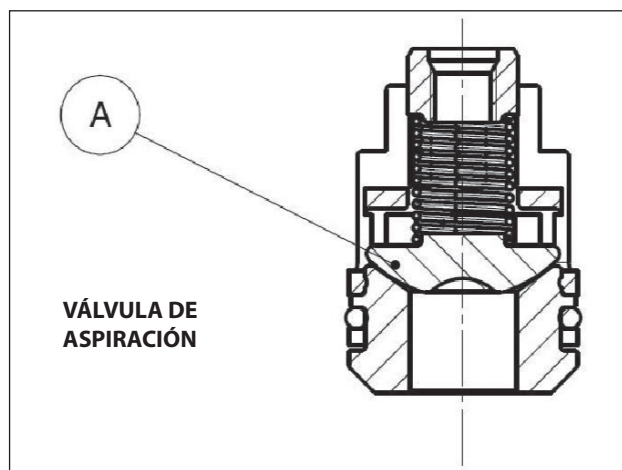
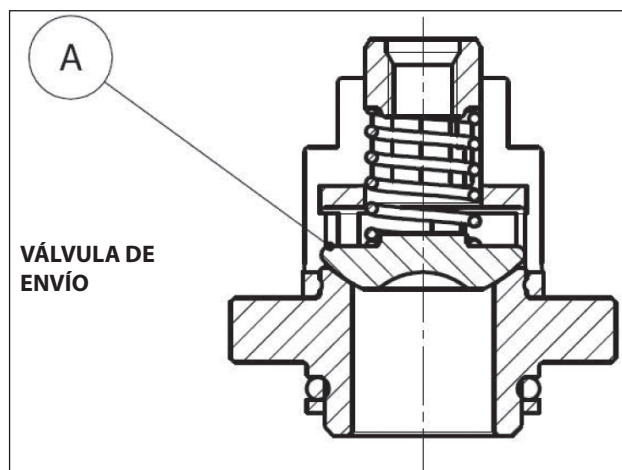

Fig. 26
Fig. 27
2. En las versiones HS18 poner atención para no invertir las válvulas esféricas de aspiración con la de envío "A" (Fig. 26, Fig. 27), pos. dib. desglosado 46, como se indica en el capítulo 16 del **Manual de uso y mantenimiento**.